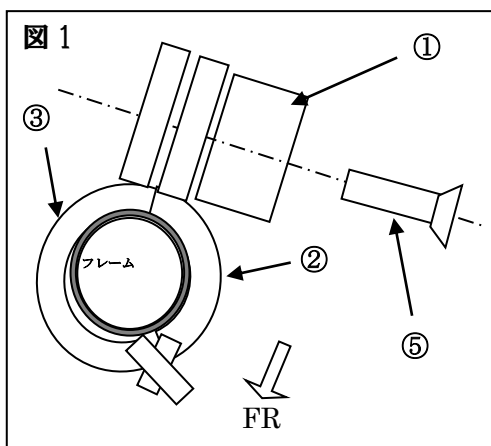

図1
3. 2で組み付けたクランプステーに、ヘルメットロック本体①を付属ボルト⑤で共締めして、向き、角度の調整をして固定します。(写真D、図1参照)